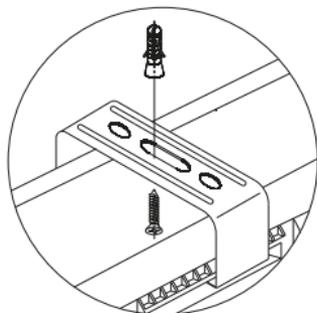

Рисунок 3
4.5 Монтаж светильника на рабочую поверхность производить при помощи монтажных скоб и крепежа, входящих в комплект поставки (рисунок 3):